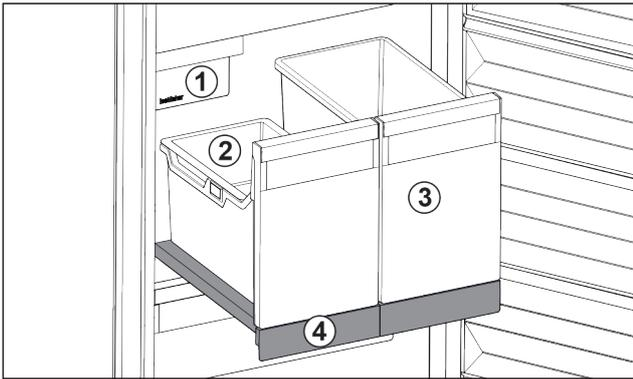

Fig. 24 Auszugsbord mit IceTower
- (1) IceMaker
- (2) Einhängeschale für Eiswürfel
- (3) Behälter für z. B. Pizza, alkoholische Getränke
- (4) Auszugsbord
Auf dem Auszugsbord sind zwei hohe Behälter (IceTower). Im Behälter Fig. 24 (2) werden Eiswürfel aus dem IceMaker gesammelt und gelagert. Behälter Fig. 24 (3) eignet sich für die Lagerung von hohen Lebensmitteln wie Pizzen oder alkoholischen Getränken.